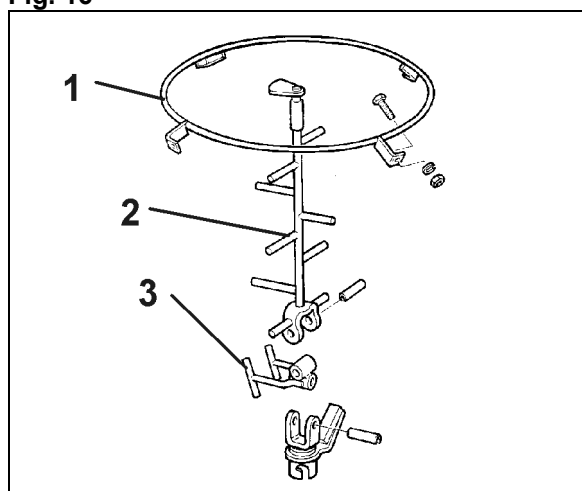

Fig. 17
1. Skru en styrering (Fig. 17/1) inn i de eksisterende åpningene i beholderen.
2. Fest røreverk-overdelen (Fig. 17/2) til røreverk-underdelen med spennhylse (Fig. 17/3).